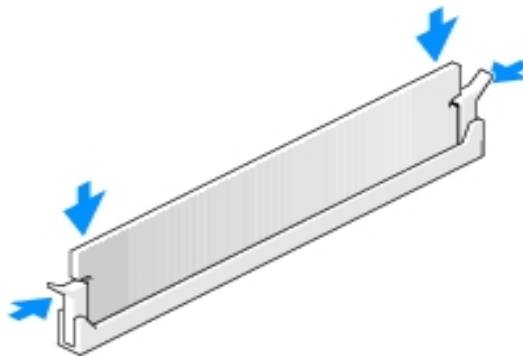

Рисунок 10 – Установка модуля оперативной памяти в слот
– вставить модуль оперативной памяти в слот до щелчка, не прилагая слишком больших усилий. Если модуль вставлен правильно, то фиксаторы попадают в вырезы по бокам модуля (рисунок 10);